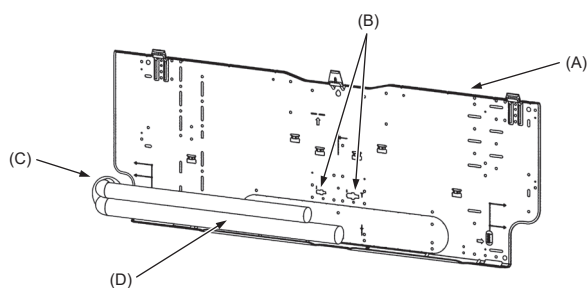

Fig. 3-5
3.3. Inserimento dei tubi nella parete (Fig. 3-5)
- (A) Piastra di montaggio (1)
- (B) Segno di riferimento per raccordo a cartella
- (C) Foro di passaggio
- (D) Tubazione locale